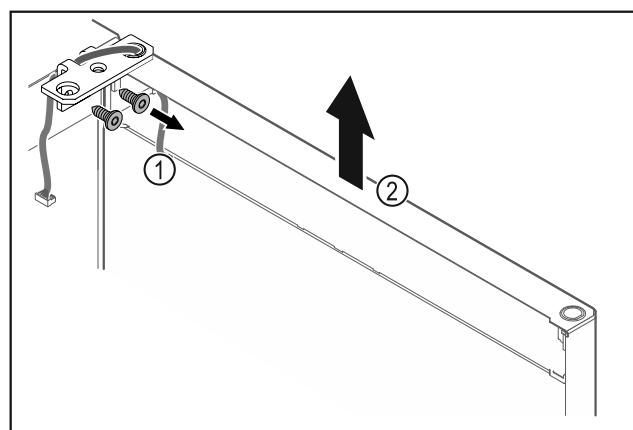

Fig. 26
- Odvijte kotnik tečaja vrat Fig. 26 (1).
- Vrata s kotnikom tečaja Fig. 26 (2) dvignite za približno 200 mm naravnost navzgor in jih snemite.